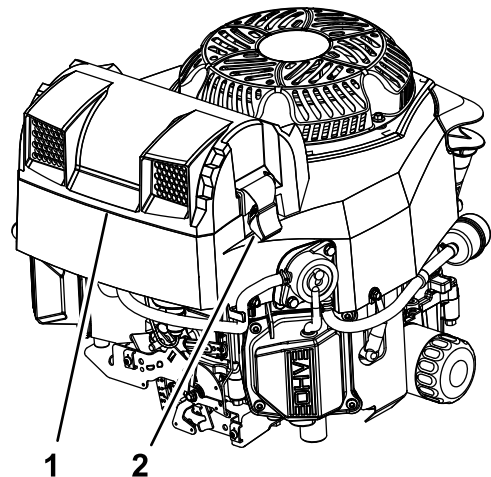

Figura 18
2. Retire la tapa para tener acceso a los elementos del limpiador de aire (Figura 18).
3. Cierre la tapa y asegúrela con los enganches (Figura 18).